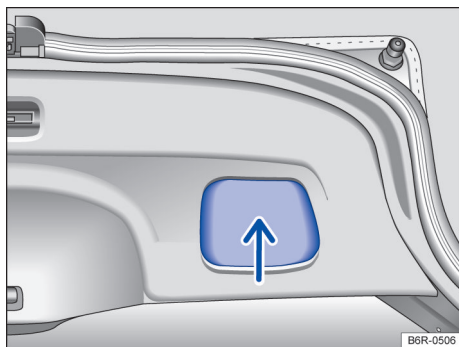

Fig. 55 Tampa traseira aberta: rebaixo para puxar.
- Puxar a tampa traseira pelo rebaixo no revestimento interno → Fig. 55 com impulso para baixo, de modo que se encaixe na fechadura → .